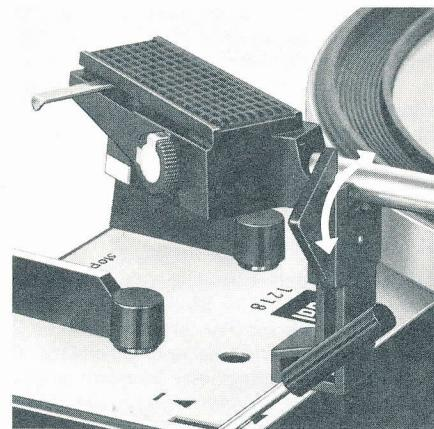

Fig. 7
Elija acto seguido la velocidad del plato ② requerida, coloque la tecla selectora ⑬ en el número que corresponda al diámetro del disco (17, 25 ó 30 cm, o bien 7, 10 ó 12") y libere el brazo fonocaptor (fig. 7). Con estas operaciones ha preparado el aparato para funcionar.
**Observaciones:** Despues de reproducir el disco o el último disco de la pila, el brazo vuelve automáticamente a su soporte y el aparato se desconecta. Recomendamos cerrar la sujeción del brazo (fig. 7) si no desea utilizar más el aparato.